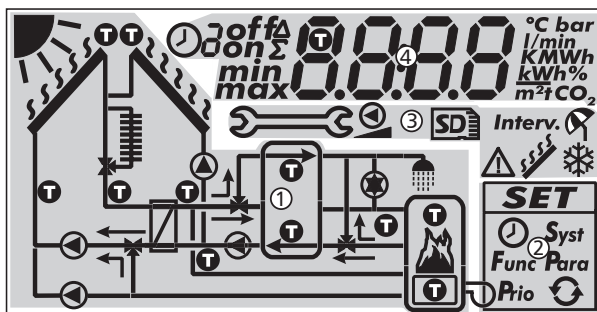

Fig. 8 : Aperçu des zones d'affichage (l'ensemble des éléments est représenté)
Le tableau suivant décrit les symboles du graphique du système (① sur la Fig. 8).
Le menu de configuration (② sur la Fig. 8) contient les entrées suivantes :
Le tableau suivant décrit les pictogrammes pour les fonctions (③ sur la Fig. 8).
L'affichage des valeurs d'exploitation et de configuration (④ sur la Fig. 8) se compose des éléments suivants :